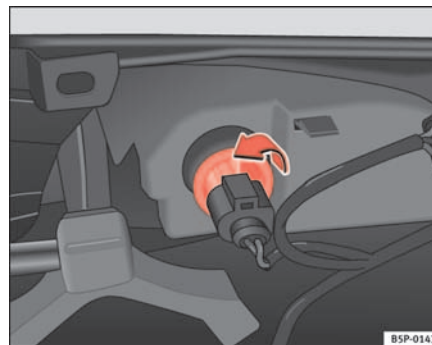

Abb. 185 Leuchte von der Innenseite des Stoßfängers
- Die Lampenfassung nach links drehen und in Pfeilrichtung abnehmen ⇒ Abb. 185.